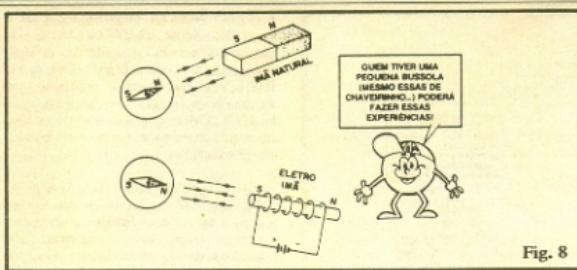

Fig. 8
- FIG. 8 - Um ELETROIMA, portanto, comporta-se magneticamente de maneira idêntica a de um ímã natural, com polos de "nome igual" repelindo-se, e polos de "nome diferente" atraindo-se. Podemos comprovar isso aproximando de uma bússola, tanto um pedaço de ímã natural, como um eletroimã: ambos gerarão a mesma deflexão da agulha (desde que a polaridade magnética esteja orientada em conformidade).